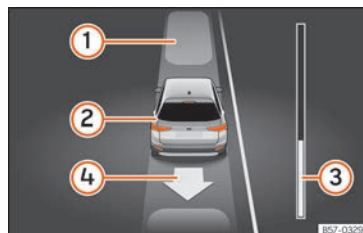

Abb. 252 Am Bildschirm des Kombi-Instruments: parallel zur Fahrbahn ausparken.
- Fahren Sie rückwärts, bis das Dauertonsignal des ParkPilot ertönt; **ODER:** fahren Sie zurück, bis am Bildschirm des Kombi-Instruments die Anzeige zur Vorwärtsfahrt erscheint. Die Fortschrittsanzeige »» **Abb. 252**  zeigt den zurückzulegenden Abstand an »» **Seite 291.**